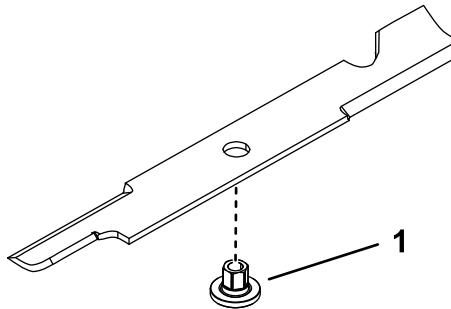

Рисунок 75
- Вставьте втулку через отверстие в ноже так, чтобы фланец втулки был на нижней (обращенной к травянистому покрову) стороне ножа (Рисунок 75).